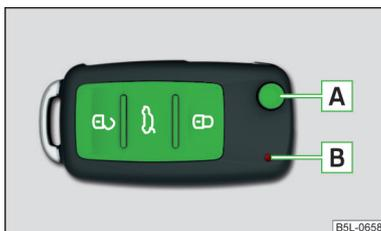

Fig. 13
**Descripción de la imagen** » fig. 13
Si después de pulsar una tecla de la llave con mando a distancia, no parpadea el testigo rojo » fig. 13, la pila estará descargada. Sustituya la pila » página 246.